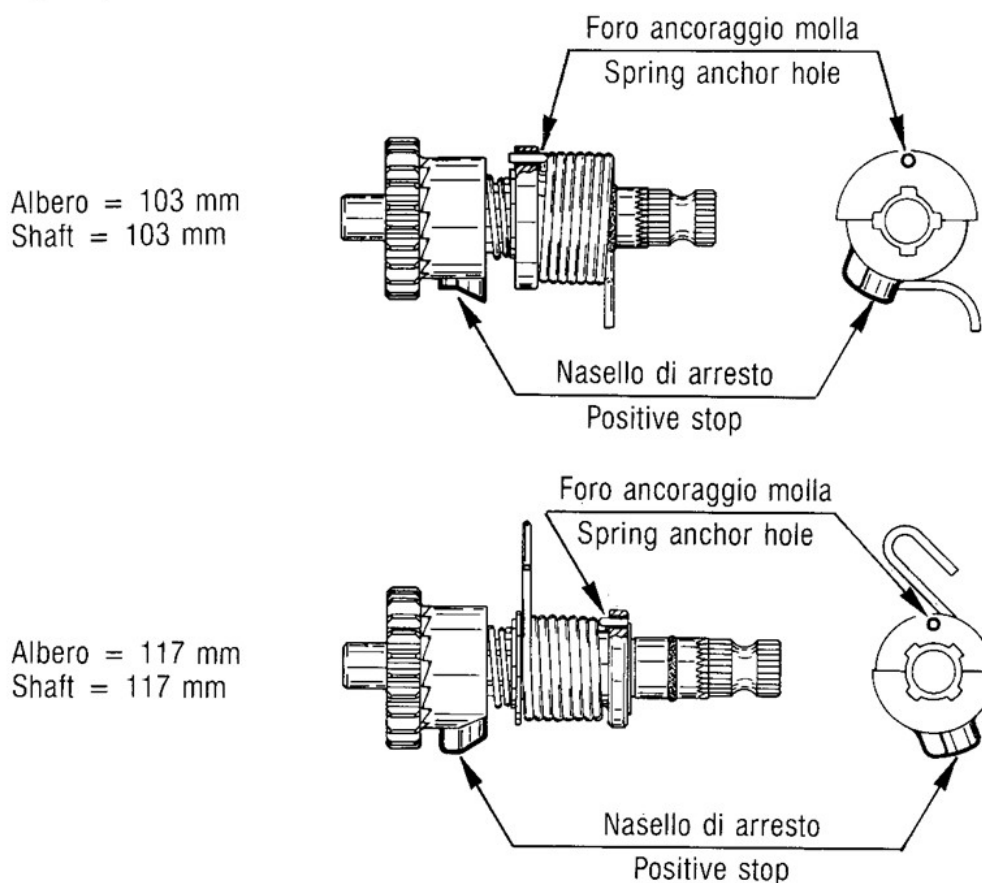

FIG. 49 Controllo fase gruppo avviamento
- 17) **PRIMA** di montare il gruppo avviamento verificare che la fase tra nasello di arresto sullo scorrevole e il foro di ancoraggio della molla di richiamo sia di circa 180° (vedi fig. 49).